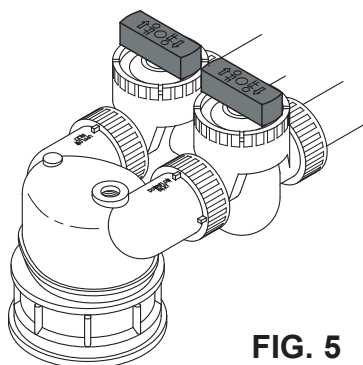

FIG. 5
- Mettre la ou les valves de dérivation à la position **DÉRIVATION** : Vanne de dérivation simple : tourner chaque poignée à angle droit du débit d'eau (cf. Fig. 5). Système à 3 vannes : fermer les vannes d'entrée et de sortie, puis ouvrir la vanne de dérivation (cf. Fig. 4).